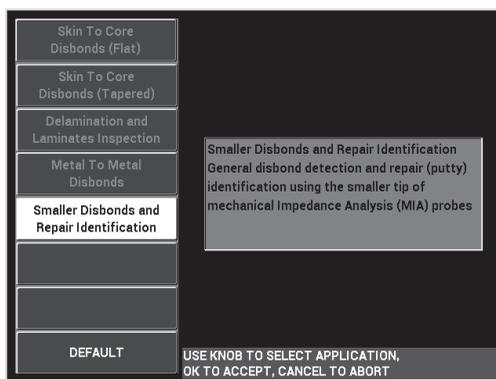

Figura 6-62 Aplicación Pérdidas de adherencia más pequeñas e identificación de reparación
3. Seleccione la aplicación **Pérdidas de adherencia más pequeñas e identificación de reparación**, después pulse la tecla Confirmación/Enter (✓) para confirmar la selección. Ver la Figura 6-62 en la página 185.